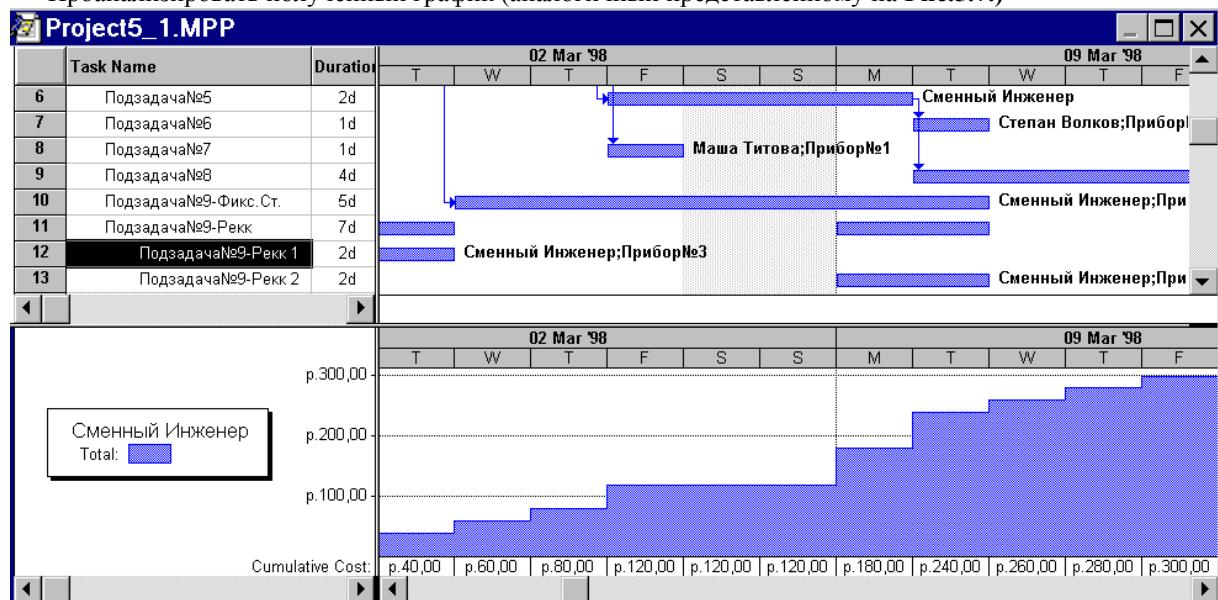

Рис.5.7.
6.1. Установить для ресурса «Сменный инженер» такой режим отображения, как представлен на Рис.5.7. (Верхняя часть - диаграмма Гантта, нижняя часть - стоимость ресурса «Сменный инженер» с накоплением (Совокупные затраты)).
Проанализировать полученный график (аналогичный представленному на Рис.5.7.)